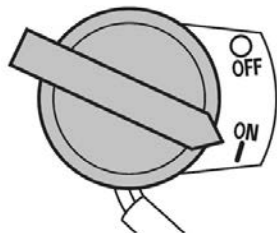

Рис. 17 Выключатель зажигания
- Выключатель зажигания переведите в положение «ON» (Включено) (Рис. 17).
При возникновении аварийной ситуации, для экстренной остановки мотоблока переведите выключатель зажигания в положение «OFF» (Выключено) (Рис. 17).
2. Переведите выключатель зажигания в положение «OFF» (Выключено) (Рис. 17).